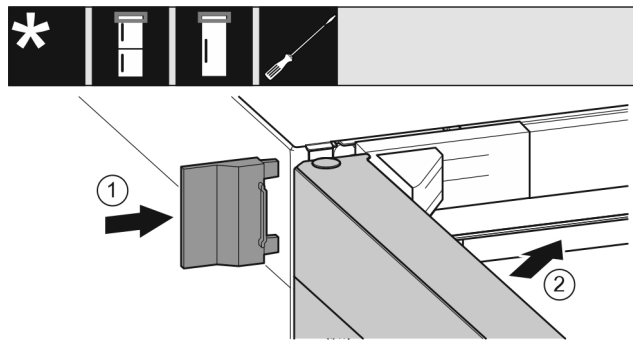

Fig. 35
- ▶ Applicare la copertura esterna. Fig. 35 (1)